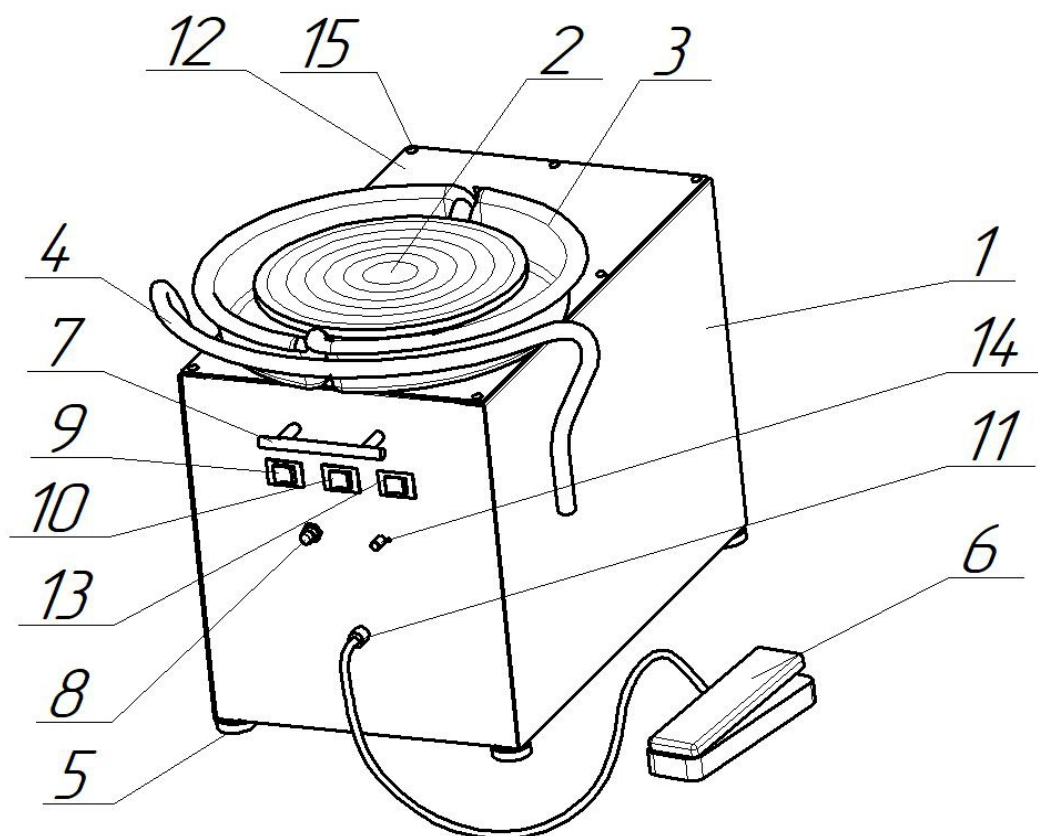
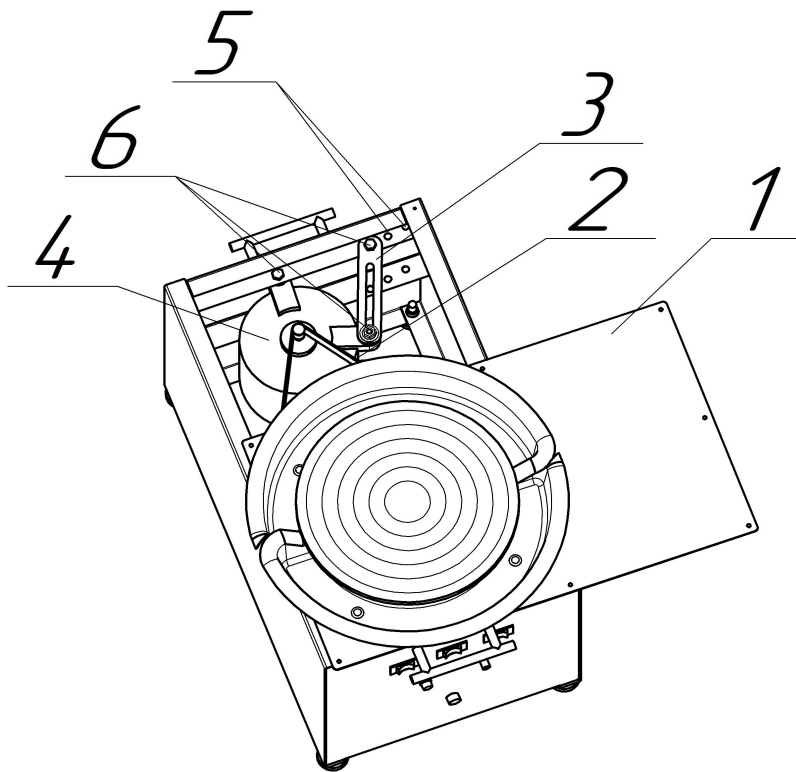
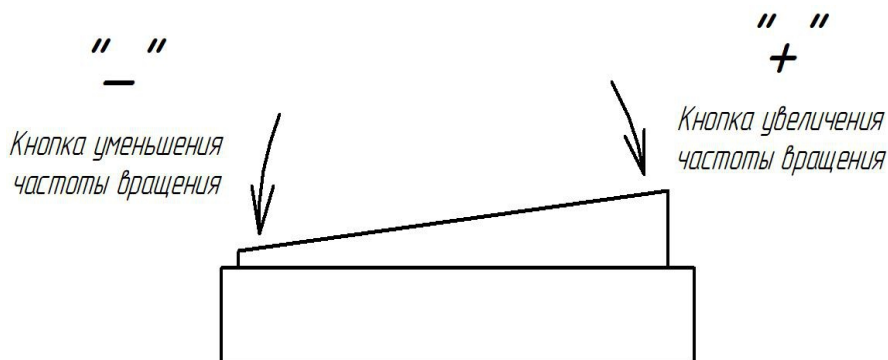
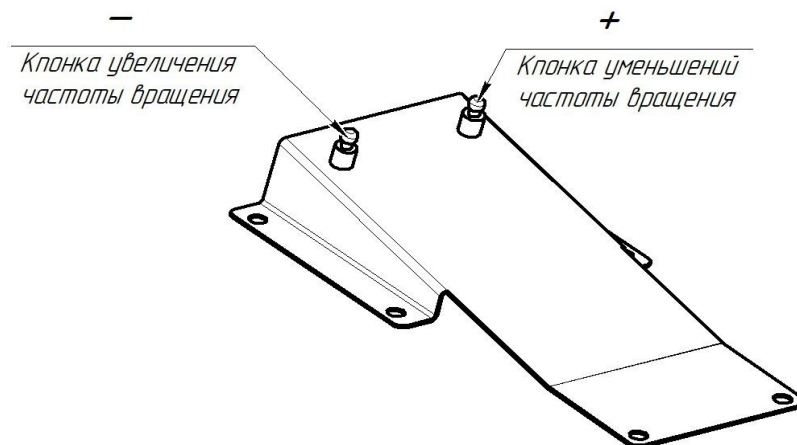

Рис. 1. Общий вид круга
Рис. 2. Натяжение ремня
Рис. 4. Педаль.
Рис. 5. Кнопочная педаль.
Круг по согласованию с заказчиком может поставляться с дополнительными комплектующими: например, опора для рук 4 (Рис.1.) и педаль кнопочная (Рис.5.).
Круг состоит из следующих узлов и деталей (см. Рис.1):
4.2.3. Открутить саморезы 15 (Рис.1, 7 шт), крышку корпуса 12 (Рис.1) повернуть на 90° как показано на Рис.2. Если установлена опора для рук 4, то ее необходимо предварительно снять с круга.
4.2.4. Ослабить (но не откручивать полностью) болты 6 (Рис.2, 4 шт), крепящих двигатель 4 (Рис.2) и планку 3 (Рис.2) на корпусе;
4.2.5 Повернуть электродвигатель 4 (Рис.2) вдоль паза на натяжной планке 3 (Рис.2) до необходимого натяжения ремня 2 (Рис.2), при необходимости для увеличения натяжения ремня можно натяжную планку переустановить на дополнительные отверстия 5 (Рис.2);
4.2.9. Повернуть в начальное положение и установить крышку корпуса 12 (Рис.1) саморезами
- 4) вращением винтовых опор 5 (Рис.1) выставить круг так, чтобы он не шатался. Все опоры должны при этом касаться пола, а круг должен устойчиво стоять на полу, раскачивание не допускается.
- 6) установить штекер педали 6 (Рис.1) в разъем педали 11 (Рис.1) на передней панели корпуса, зафиксировать его при помощи гайки.
- 3) нажать кнопку «-» (Рис.4) до упора на педали, повернуть ручку 14 (Рис.1) до упора против часовой стрелки;
- 7) отрегулируйте частоту вращения планшайбы при помощи педали (см. рис. 4-5), либо при помощи ручки 14 (Рис.1). Для увеличения частоты вращения планшайбы при помощи ручки 14 (Рис.1) её необходимо вращать по часовой стрелке, для уменьшения — против.
Круг по согласованию с заказчиком может комплектоваться кнопочной педалью (Рис.5.) Внимание! При работе с кнопочной педалью нет необходимости постоянно держать кнопки педали нажатыми.
- 1) Уменьшить частоту вращения планшайбы до полной остановки педалью до упора, а также перевести ручку регулировки 14 (Рис.1) до упора против часовой стрелки. (При работе на кнопочной педали подержать нажатой кнопку уменьшения частоты вращения планшайбы не менее 5 сек после полной остановки), в противном случае может произойти вращение планшайбы при следующем включении;
Корыто 3 (рис.1) состоит из двух половинок и крепится к крышке при помощи магнитов, периодически ее необходимо снимать и мыть.